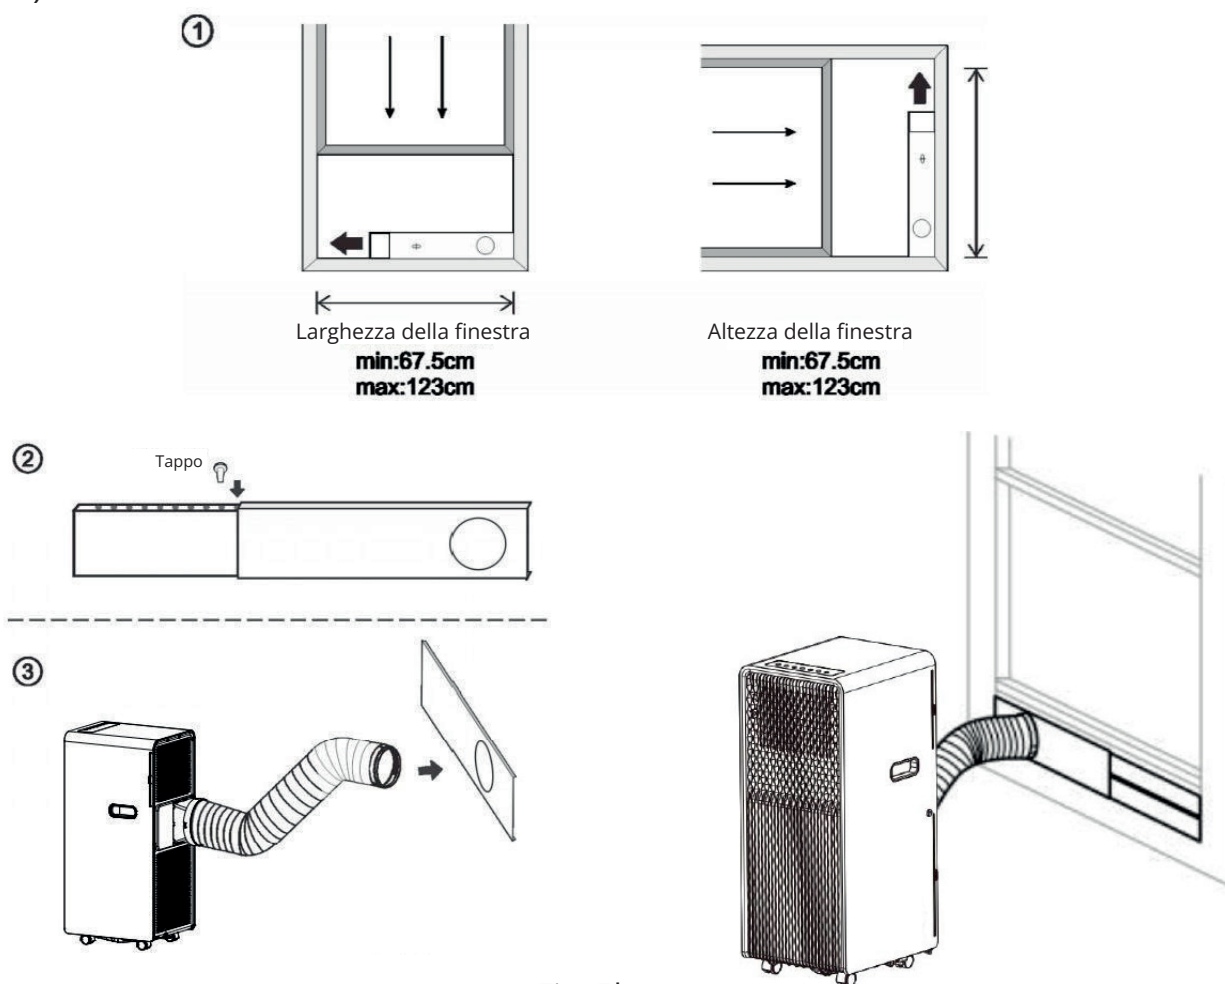

Fig. 5b
3. Inserire il raccordo del tubo flessibile della finestra nel foro del kit finestra (Fig. 5b).